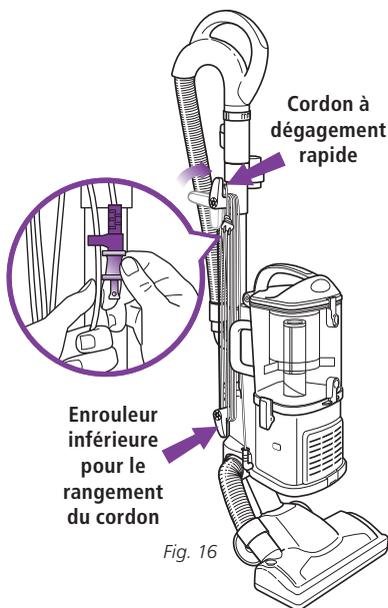

Fig. 16
- 2 Faites tourner le dispositif du cordon à dégageur rapide supérieur à sa position verticale et enroulez le cordon d'alimentation sans serrer autour de deux attaches. Agrafez la prise sur le cordon pour la fixer. (Fig. 16)